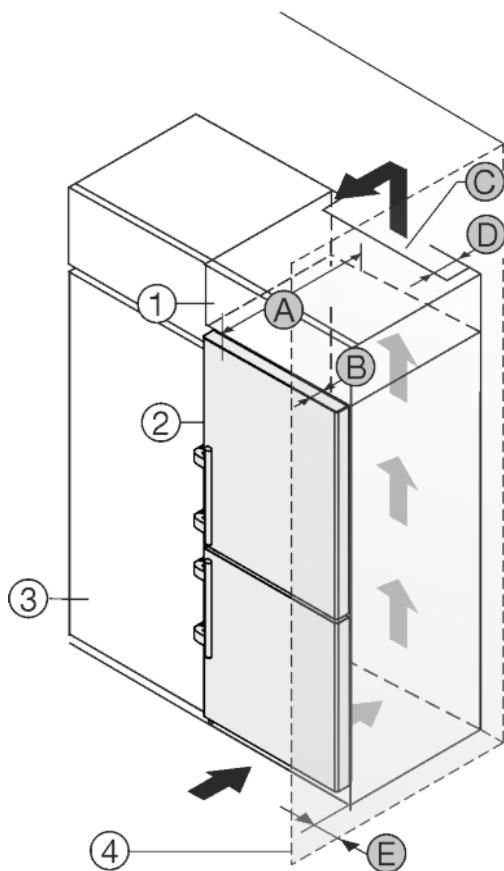

Fig. 42
Устройство может быть окружено кухонными шкафами. Чтобы уравнять устройство Fig. 42 (2) по высоте с кухонной стенкой, можно установить над устройством дополнительный шкафчик Fig. 42 (1).
Установить устройство можно непосредственно рядом с кухонным шкафом Fig. 42 (3). Чтобы можно было полностью открыть двери, устройство должно выступать на глубину Fig. 42 (B) относительно передней стенки кухонного шкафа. В зависимости от глубины кухонных шкафов и использования пристенных распорок устройство может выступать и больше.
- На задней стенке дополнительного шкафчика должен быть вентиляционный канал с глубиной Fig. 42 (D) по всей ширине этого шкафа.
- Нужно соблюдать вентиляционное отверстие Fig. 42 (C) под нижней панелью.
Если устройство установлено на шарнирах у стены Fig. 42 (4), то нужно соблюдать расстояние Fig. 42 (E) между устройством и стеной. Настолько выступает ручка при открытой двери.